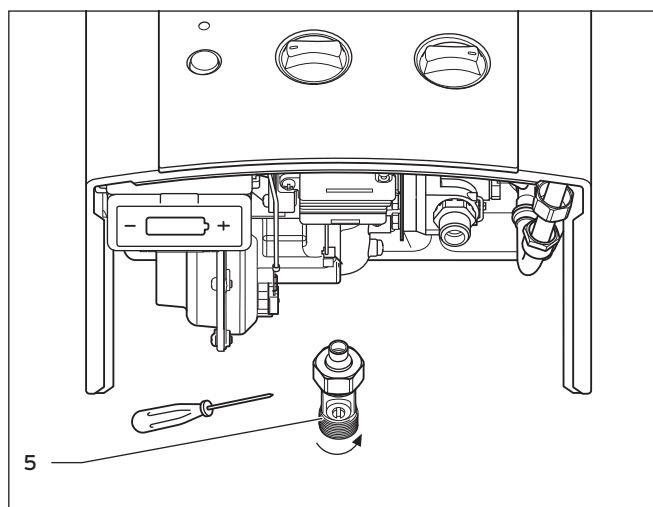

Fig. 4.6 Retirar o aparelho de serviço
- Abra a válvula de corte da ligação de água fria (5) do aparelho como se mostra na Fig. 4.6.